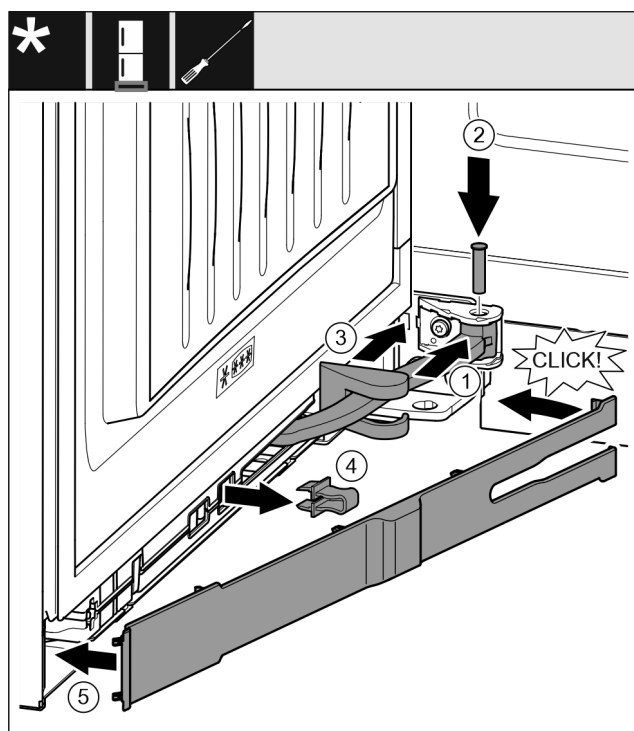

Fig. 53
- ▶ Tourner la jointure Fig. 53 (1) dans la fixation.
- ▶ Insérer l'axe Fig. 53 (2) dans la fixation et la jointure avec un tournevis. Veiller à ce que l'ergot soit bien en place dans la rainure.
- ▶ Faire glisser le cache du support de palier Fig. 53 (3) le long de la jointure et le monter au-dessus de la fixation.
- ▶ Retirer la fixation Fig. 53 (4).
- ▶ Placer le cache Fig. 53 (5) côté poignée et le faire basculer vers l'intérieur.